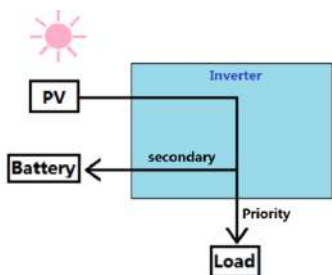

Figure1-10
2. Si le PV est suffisant, le PV fournit de l'énergie à la charge prioritaire, puis charge la batterie. ( Figure1-10)